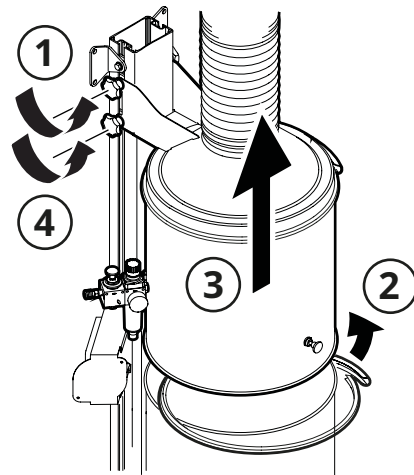
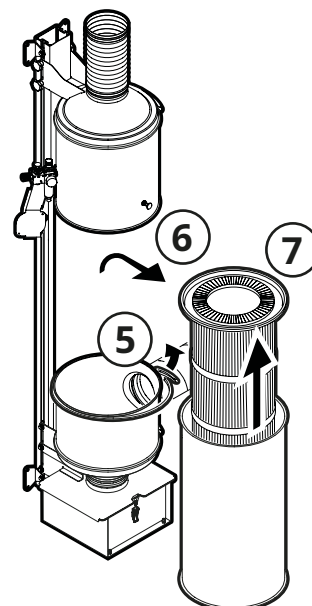
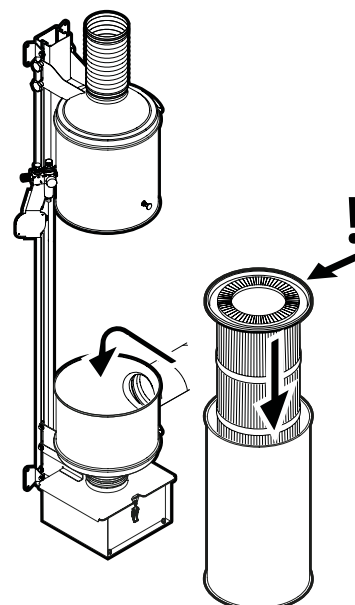

Fig. 9
Fig. 10
Fig. 11
2. Lossa vreden (1, **Fig. 9**) till utloppet och spänning- en (2) mellan filterhuset och manöverhuset.
3. Skjut sedan upp manöverhuset (3) och lås fast den i aluminiumskenan (4) så den sitter fast ordentligt.
4. Lossa spänningen (5, **Fig. 10**) mellan filterhuset och anslutningscylindern.
5. Lyft lös filterhuset och ställ ner på en plan yta (6).
6. Lyft ur patronfiltret ur filterhuset (7).
8. Sätt i ett nytt patronfilter i filterhuset (**Fig. 11**).
2. Lossa vreden (1, **Fig. 9**) till utloppet och spännringen (2) mellan filterhuset och manöverhuset.
4. Lossa spännringen (5, **Fig. 10**) mellan filterhuset och anslutningscylindern.